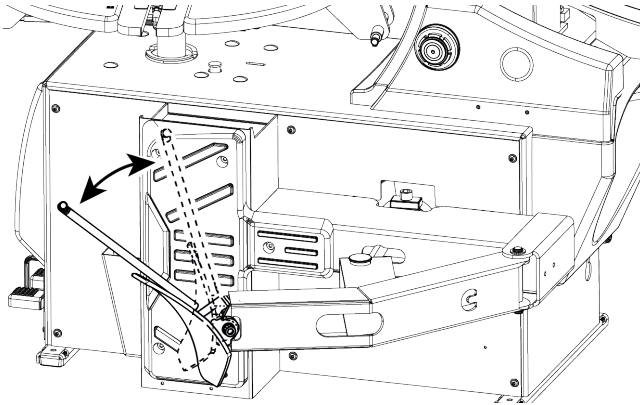

Abb. 23: Abdrückschaufel einstellen
3. Den Neigungswinkel der Abdrückschaufel (Abb. 23) je nach Reifendurchmesser einstellen.